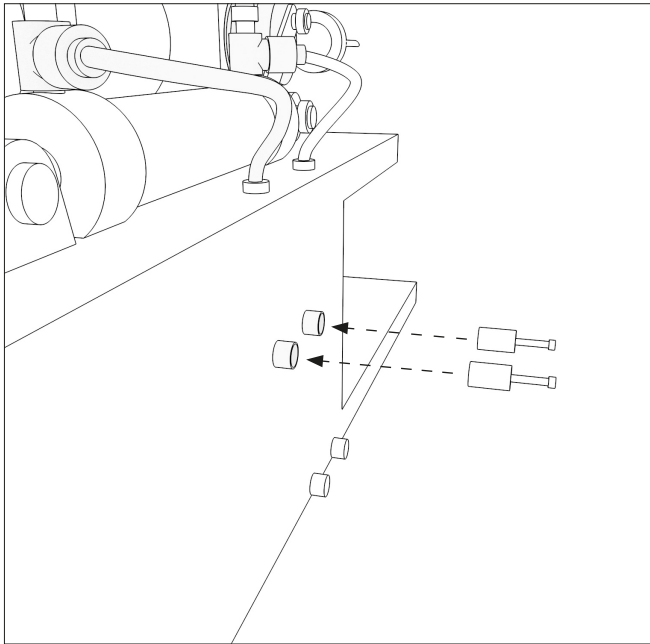

Рис. 18
12.2. Присоединить дополнительную пневматическую насадку (опция) к пневмолинии или отсоединить насадку. Для работы без дополнительных опциональных насадок необходимо проконтролировать наличие заглушек в пневмолинии (заглушки найти в наборе запасных частей, который идет в комплекте вместе со шприцем-дозатором), рис. 18.